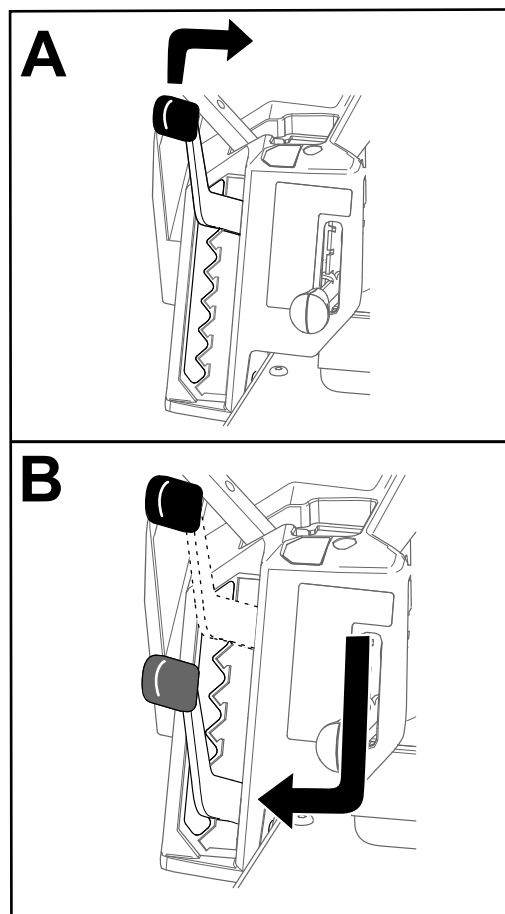

Рисунок 29
**Примечание:** Транспортное положение — это самое высокое положение высоты скашивания, соответствующее 114 мм, как показано на Рисунок 29.
Высоту скашивания можно отрегулировать в пределах от 38 до 114 мм с шагом 13 мм. Высота скашивания управляется рычагом, расположенным справа от рабочего места оператора (Рисунок 29).